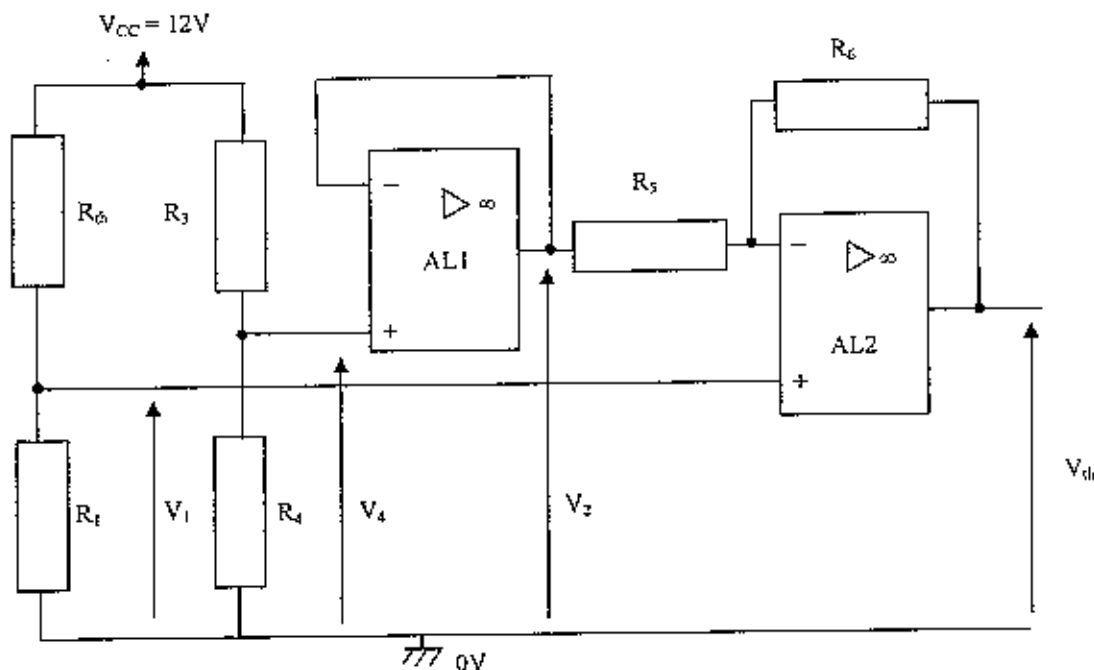

Figure 4- Capteur de température
Un montage à amplificateurs linéaires intégrés (AL) supposés parfaits, donné ci-dessous figure 4, permet d'obtenir une tension V_{th} proportionnelle à la température θ .